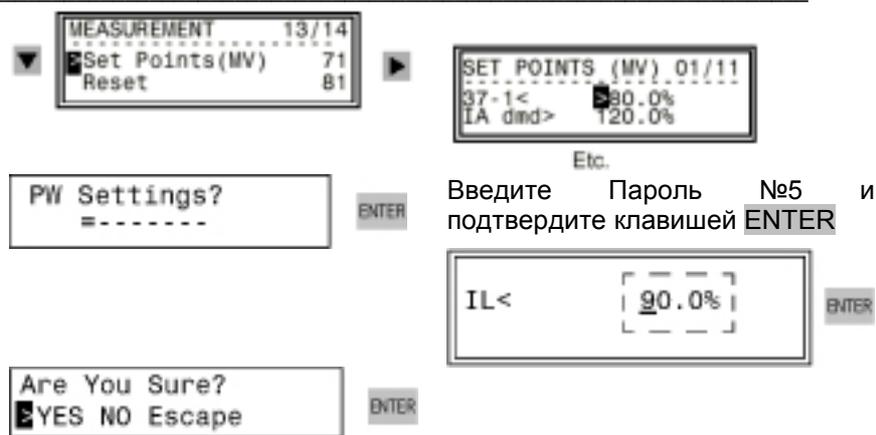

Рисунок 7-25 Установка Предельных Значений через ЖКИ – пример
Клавишей  выберите пункт **Set Points (MV)** и войдите в таблицу предельных значений с помощью клавиши  (См. Рис. 7-25).
Когда Вы будете покидать этот уровень с помощью клавиш **<** или **MENU**, появится вопрос "Are you sure?" ("Вы уверены?") с выбранным ответом "YES" ("ДА") (Рис. 7-25). Подтвердите изменения клавишей **ENTER**. Если изменения вносить не надо, нажмите **>**, чтобы выбрать ответ "NO" ("Нет") и затем **ENTER**. Чтобы исправить значение выберите "Escape", подтвердите клавишей **ENTER**, и опять введите значение.